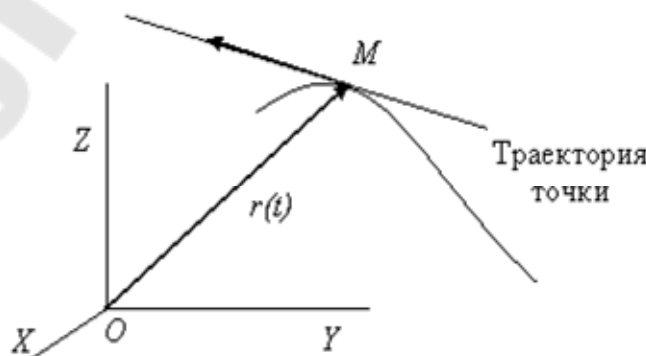

Рис. 19
3. Вдоль касательной к траектории в точке M (рис. 19).